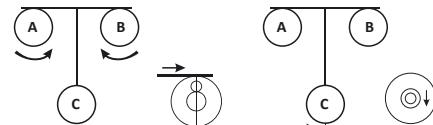

Fig. 3
b) Utilisez les vis de levage A, B, C pour centrer la bulle. En tournant simultanément les vis A et B, déplacer la bulle vers la droite. Repousser la bulle en tournant la vis C (Fig. 3).